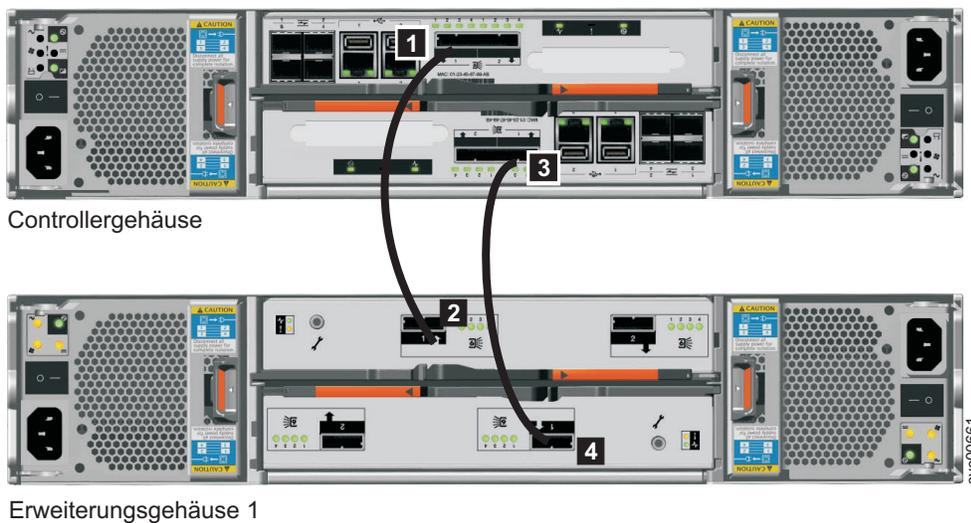

Abbildung 10. Erweiterungsgehäuse an Controllergehäuse befestigen
2. Verbinden Sie die SAS-Kabel des Controllergehäuses mit dem ersten Erweiterungsgehäuse, wie in Abb. 10 gezeigt. Entfernen Sie die Schutzhüllen, falls erforderlich. Das erste Erweiterungsgehäuse befindet sich unterhalb des Controllergehäuses.